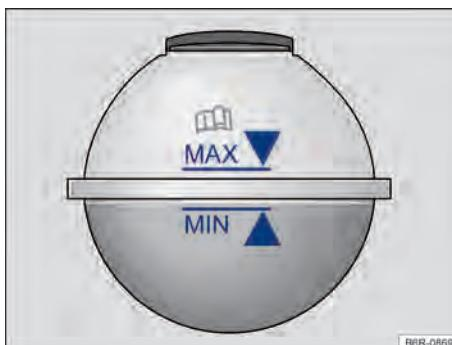

Fig. 135 No compartimento do motor: marcação no reservatório de expansão do líquido de arrefecimento do motor.
- Com o motor frio, verificar o nível do líquido de arrefecimento do motor pela marcação lateral do reservatório → Fig. 135.
- Reabastecer somente com líquido de arrefecimento do motor **novo** e de acordo com a especificação da Volkswagen (→ Página 179) → ①.
- O nível do líquido de arrefecimento do motor deve permanecer dentro da marcação do reservatório → Fig. 135. **Não completar acima da marca "MAX" → ①!**
- Completar com líquido de arrefecimento do motor somente até a marca "MAX" → Fig. 135. Caso contrário, ao aquecer-se, o líquido excedente será expulso do sistema de arrefecimento do motor e poderá causar danos.